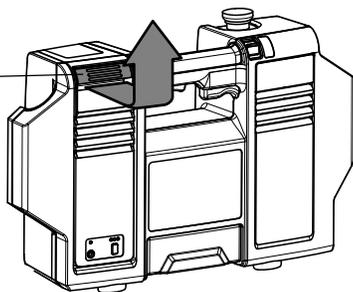

Figura 3-16. Retiro de la batería del generador
1. Retirar la batería del generador (Figura 3-16.).